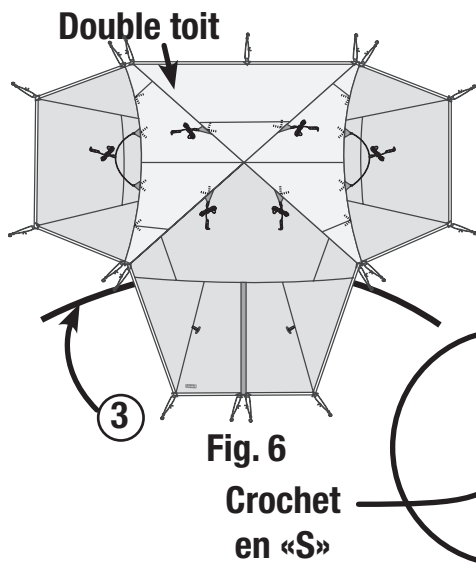

Fig. 6
- Insérez le mât du vestibule dans le passant de mât situé sur la face envers du double toit. (Fig. 6)